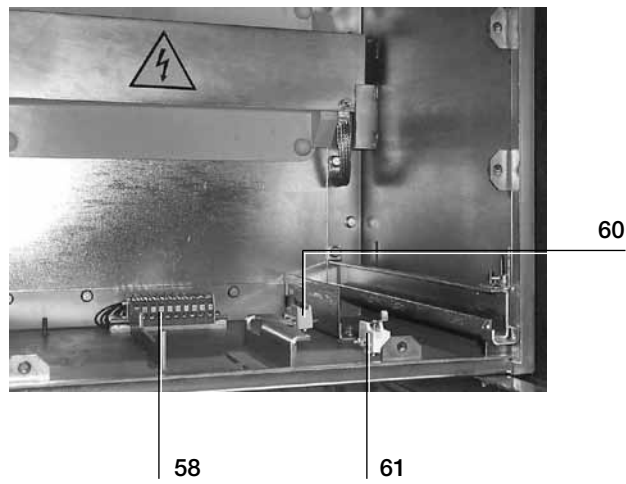

Fig. 11c
Les transformateurs de tension isolés dans la résine destinés à l'alimentation de mesures et protections, ont les performances et les classes de précision normalement prévues par les constructeurs des transformateurs de mesure. Les circuits secondaires de TT sont raccordés par des frotteurs de contact (58) (fig. 11c).
- frotteurs de contact des secondaires des TT (58) (fig. 11c)
- contact de signalisation chariot TT embroché (60) (fig. 11c)
- contact de signalisation chariot TT sectionné (61) (fig. 11c)